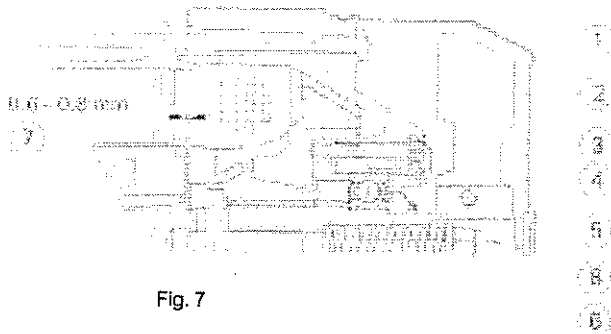

Fig. 7
8.2 RÉGLAGE DU FREIN DU MOTEUR (fig. 7)